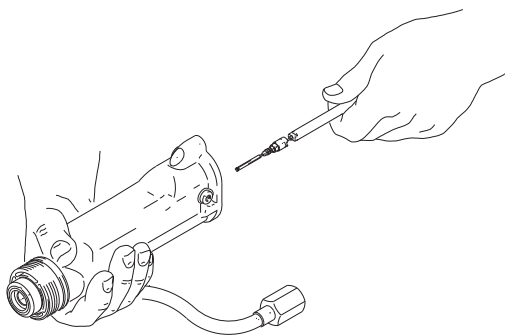

図 32。流体ニードルの交換
8. 流体ニードルアセンブリをガンバレルに取り付けます。2 mm のボールエンドレンチ (48) でニードルを押し込み、締め付けます。図 32 を参照してください。
9. スプリング (5) を取り付けます。
10. スプリングキャップ (31) を取り付けます。接地スプリング (6) が適切な場所にあることを確認してください。はまるまで締めます。**締め過ぎないでください。**
11. バレル (1) を取り付けます。43 ページ。